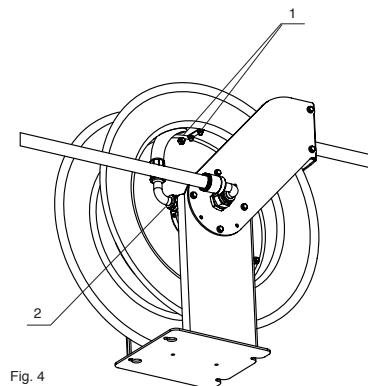
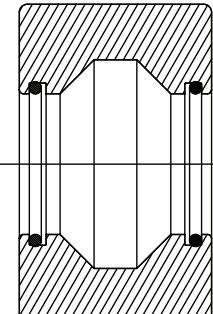

Fig. 4
Fig. 8
2. Remove the U-bolt by loosening its nuts (1) and disconnect the hose from the swivel (2) by using two wrenches (fig. 4).
4. Connect the new hose to the swivel by using two wrenches. Place the U-bolt in such a way that it firmly holds the hose against the spool, and pull the hose in order to unlock the ratchet (fig. 4).
2. Ta loss "U"-bulten (1) och lossa på slangen från sviveln genom att använda två skift- eller fasta nycklar (fig 4).
4. Anslut den nya slangen till sviveln, placera "U"-bulten så att den håller slangen fast mot trumman. Dra i slangen för att släppa spären (fig 4).
2. Entfernen Sie den Bolzen, indem sie die Muttern (1), mit denen er befestigt ist, lösen, und trennen Sie den Schlauch mittels zweier Schlüssel vom Anschlussgelenk (2) (Abb. 4).
1. Disconnect the hoses of the inlet shaft (1) and the swivel joint (2) (fig. 7). On the swivel, use two wrenches (fig. 4) in order to avoid any shaft damage.
2. Loosen the set screw in the nut (3) and remove said nut.
3. Remove the screws (4) and the arm (5).
4. Remove the swivel and replace it with a new one, or replace the seals. Make sure the seals are placed correctly (fig. 8).
2. Lossa stoppskruven som sitter i muttern (3) och de montera muttern.
3. Tag bort skruvarna (4) och sedan utloppsarmen (5).
4. Tag bort sviveln och byt ut, eller byt bara ut packningarna. Säkerställ att packningarna är monterade åt rätt håll (fig 8.)
2. Lösen Sie die Stellschraube an der Mutter (3) und schrauben Sie die Mutter ab.
3. Entfernen Sie die Schrauben (4) und den Arm (5).
4. Ziehen Sie das Anschlussgelenk ab und ersetzen Sie es durch ein neues oder tauschen Sie die Dichtungen aus. Stellen Sie dabei sicher, dass diese an der richtigen Stelle angebracht werden (Abb. 8).